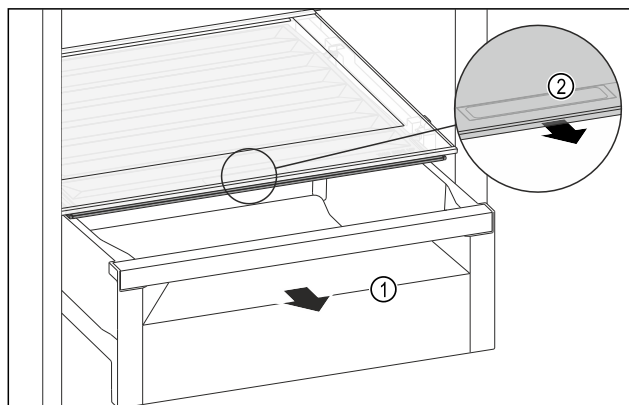

Fig. 81
- Estrarre il cassetto Fig. 81 (1).
- ▶ Afferrare la maniglia incassata Fig. 81 (2) sul coperchio dello scomparto e tirare allo stesso tempo in avanti il coperchio dello scomparto.